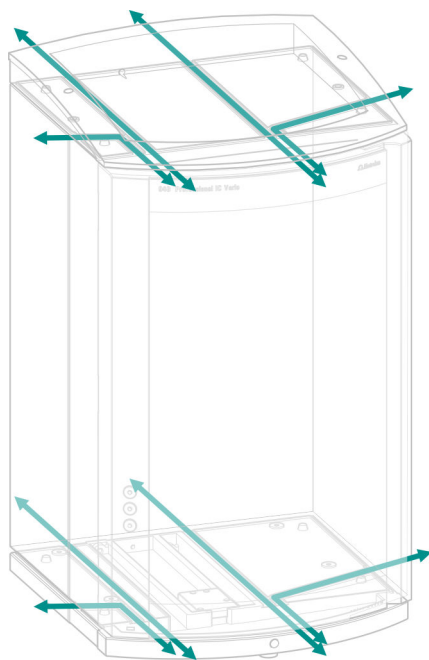

图5 毛细管通道
- 仪器和底盘间以及仪器和瓶架间的通道（参见图5，第12页）